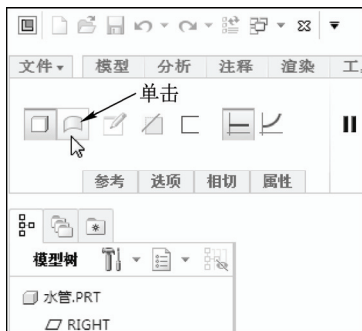

图 9-25 单击“曲面”按钮
STEP 03 打开“扫描”选项卡，单击“曲面”按钮，如图9-25所示。